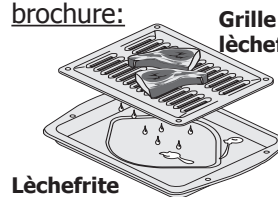

Figure 2
- Utilisez toujours une lèchefrite et sa grille. La lèchefrite permet à la graisse de s'égoutter et de rester éloignée de la chaleur (Figure 2).